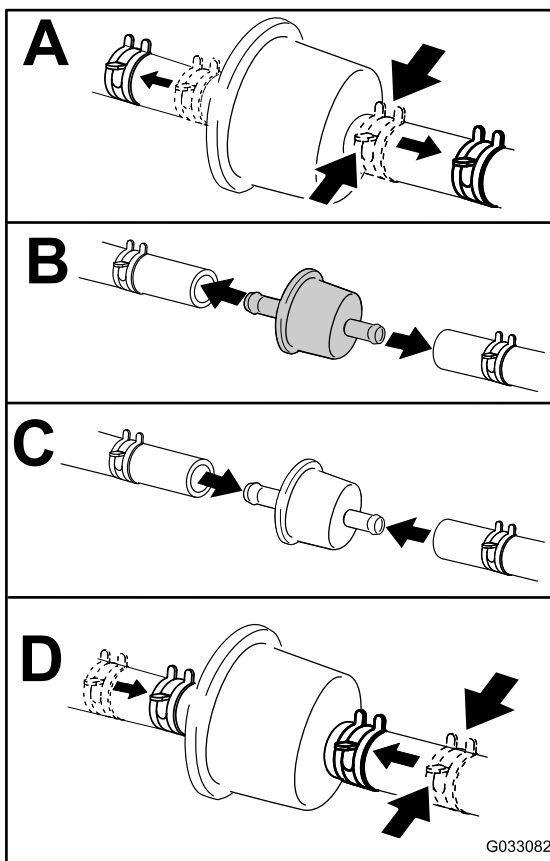

Figura 50
4. Înlocuiți filtrul de combustibil (Figura 50).